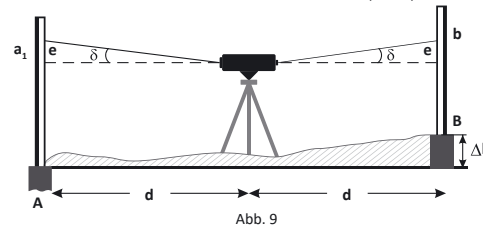

Abb. 9
- Stellen Sie das Nivelliergerät in der Mitte zwischen zwei Nivellierlaten auf, die ca. 50 m voneinander entfernt sind. Lesen Sie die Höhe an Punkt A und Punkt B ab. Berechnen Sie die Differenz  $dh = a_1 - b_1$  (Abb.9).